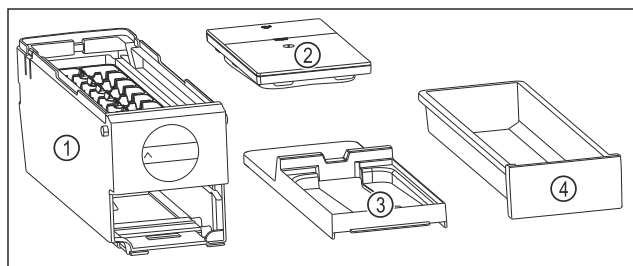

Fig. 107 Bestandteile des EasyTwist-Ice
- EasyTwist-Ice ist in vier Teile zerlegt. (siehe Fig. 107)
- EasyTwist-Ice nur in abgebildete Bestandteile zerlegen. (siehe Fig. 107)
- EasyTwist-Ice-Korpus Fig. 107 (1) als Ganzes reinigen.